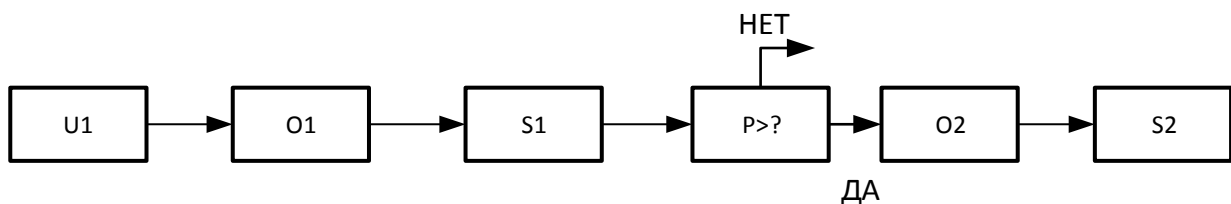

Рис. 1. Вариант 1 (Функциональная схема СМО)
1. Сгенерированные заявки (см. рис. 1) поступают в очередь конечной длины и обрабатываются на первом сервере. Обслуженные заявки (годные) с вероятностью p покидают систему, и с вероятностью $(1-p)$ поступают в конечную очередь 2, а затем дообрабатывается на втором сервере рис. 1.